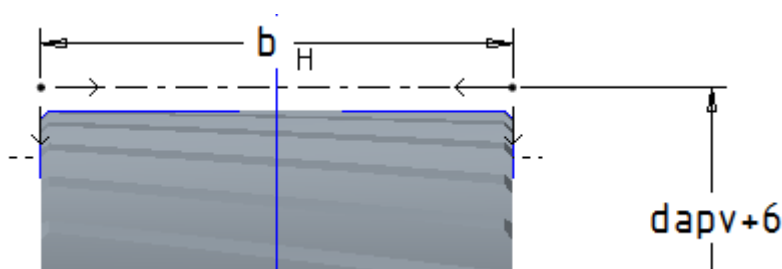

Abb. 12 Skizze Härtelinie
- ▶ Skizze ▶ Skizzenebene: „E\_Teilung“ ▶ Skizze nach Abb. 12 oberhalb und unterhalb des Zahnrades (Spiegeln) ▶ RMT auf Linie ▶ Eigenschaften ▶ Linienart: CTRLFONT